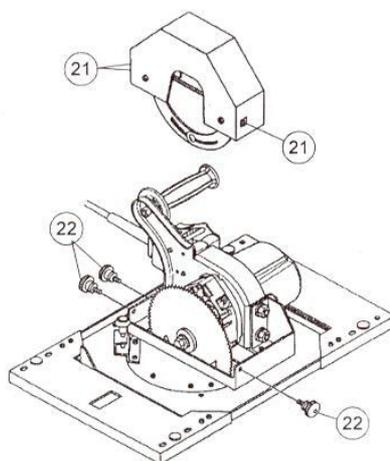
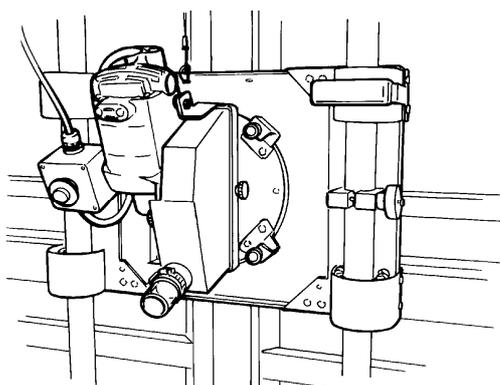

РИС. 18. Установка защитного кожуха пильного диска (модели станков: С4, С5, Н4, Н5, Н6, Н7)
РИС. 19. Установка защитного кожуха пильного диска (модели станков: 6400, 6800)
Прикрепите защитный кожух к пильному узлу, как показано (21) на РИС. 18 и РИС. 19.